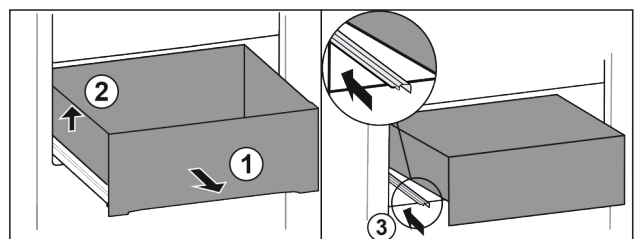

Fig. 113
- ▶ Estrarre il cassetto fino all'arresto. Fig. 113 (1)
- ▶ Sollevare il cassetto a sinistra. Fig. 113 (2)
- ▶ Inserire la guida sinistra. Fig. 113 (3)